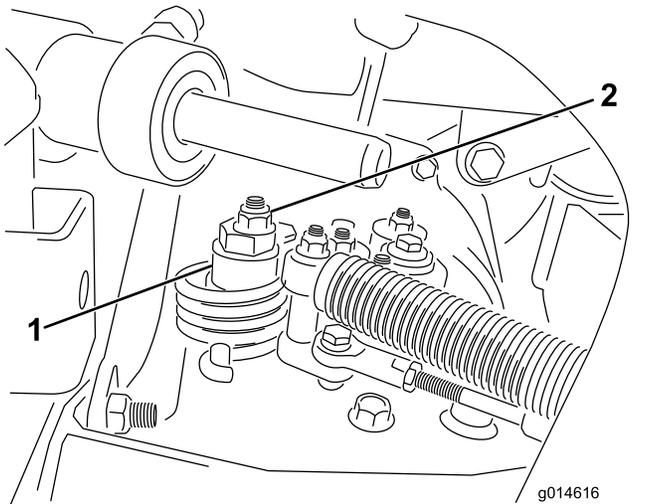

图37
A. 松开将偏心螺栓固定到静液压泵顶部的螺母图 37。
- C. 旋转偏心螺栓直到不再出现任何方向的缓慢前移。当轮子停止旋转时旋紧螺母锁定偏心螺栓和调整图 37。将油门移至慢速和快速位置验证调节情况。